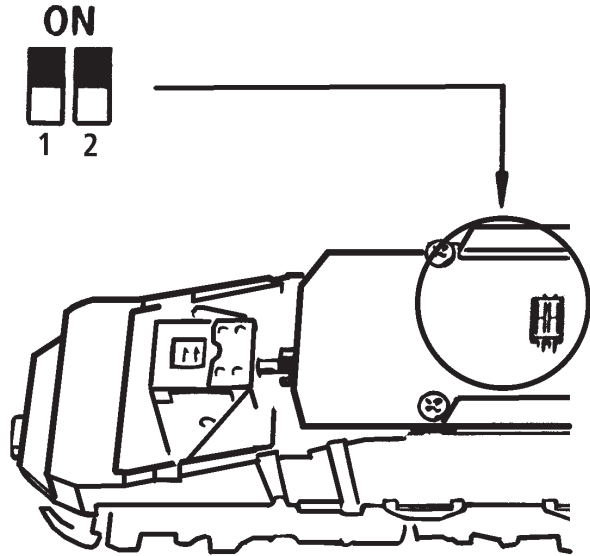

Fig. 7
3. Haftreifenwechsel: Zuerst den Getriebedeckel abnehmen (Fig. 7). Danach den **Radsatz** herausnehmen und die **Haftreifen** mit einer Nadel od. mit einem feinen Schraubendreher abziehen (Fig. 9). Beim Aufziehen der neuen Haftreifen darauf achten, dass diese sich nicht verdrehen.
3. Change of traction tyre: Remove the gear cover (fig. 7). Take out **wheel set** and remove **traction tyre** using a pin or a fine screwdriver (fig. 9). When pressing on the new traction tyre please **avoid twisting it**.
1. siehe } Fig.7